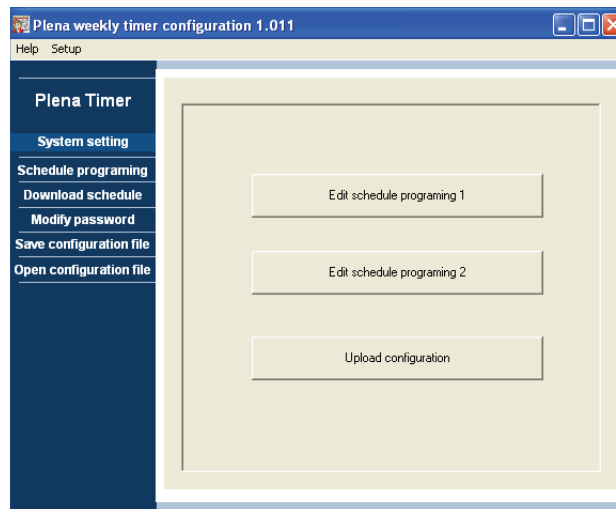

figura 8.14: Botones de programación y carga
- 1 Desde el menú principal, haga clic en el botón Schedule programming. Aparecerá la siguiente ventana (véase figura 8.14).